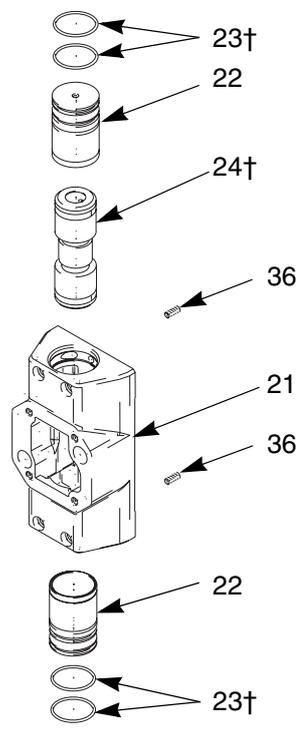

FIG. 7. Conjunto del pistón de la válvula de aire
3. Retire los tornillos de fijación (36). Desarme el conjunto del pistón. Vea FIG. 7.